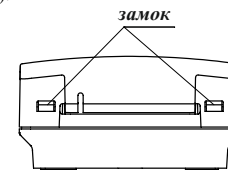

Рисунок 3
6.9 Для установки извещателя необходимо отсоединить корпус от основания, нажав отверткой на замки (см. рисунок 3). (При этом кнопка должна быть в отжатом состоянии).